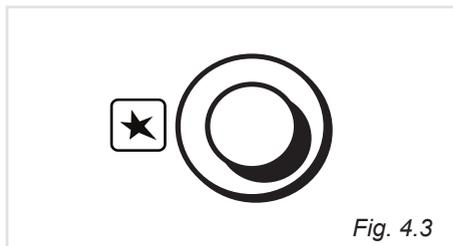

Fig. 4.3
2. Premere leggermente la manopola del termostato e ruotarla in senso antiorario fino alla posizione **285** (fig. 4.1); quindi premere a fondo la manopola per aprire l'erogazione del gas ed attivare l'accensione premendo il pulsante dell'accensione elettrica (Fig. 4.3) **Non continuare mai questa operazione per più di 15 secondi. Se il bruciatore non si è acceso, attendere circa 1 minuto prima di ripetere l'accensione.**